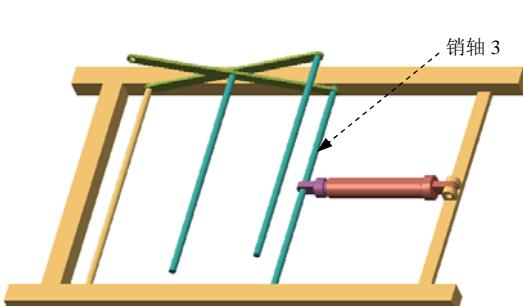

图 3.17.34 装配销轴 3
Step5. 单击操控板中的 按钮，完成元件的复制和连接，如图 3.17.34 所示。